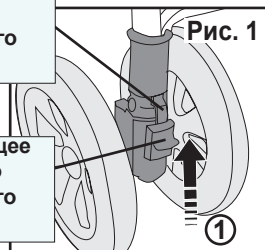

Рис. 1
1. Поднимите подставку в нужное положение и закрепите ее с помощью опорного стержня (4) и крючков (рис. 1).
1. Нажмите на панель блокировки стояночного тормоза задний мост в сборе в заблокированном положении (рис.1).
1. Поверните переднее двоянное колесо, чтобы оно было направлено вперед, а блокирующее устройство поворотного механизма находилось в одной плоскости с направляющим выступом поворотного механизма (Рис. 1).
2. Сдвиньте блокирующее устройство поворотного механизма вверх, пока оно не зафиксируется с щелчком на направляющем выступе (Рис. 1).